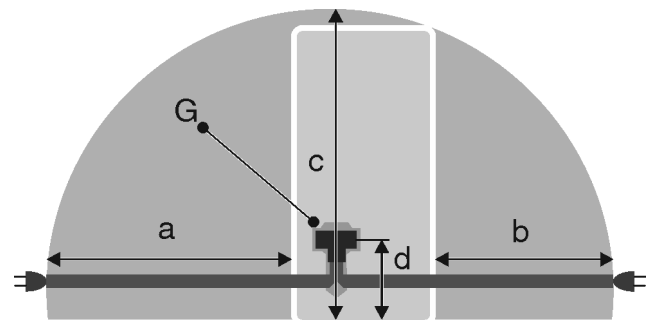

Fig. 55 *
- Steckdose liegt nicht hinter dem Gerät, sondern in den Bereichen a oder b Fig. 55 (a, b, c).
- ▶ Gerätestecker Fig. 55 (G) auf der Rückseite des Gerätes einstecken. Auf richtiges Einrasten achten.